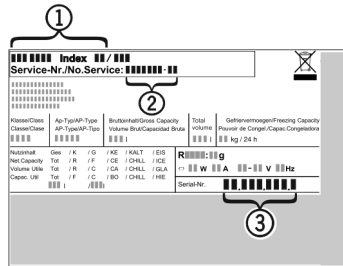

Fig. 14
- ▶ Z typového štítku odčítajte označenie zariadenia *Fig. 14 (1)*, servisné č. *Fig. 14 (2)* a sériové č. *Fig. 14 (3)*. Typový štítok je na ľavej vnútornej strane zariadenia.
- ▶ Upovedomte zákaznícky servis a oznámte chybu, označenie zariadenia *Fig. 14 (1)*, servisné č. *Fig. 14 (2)* a sériové č. *Fig. 14 (3)*.